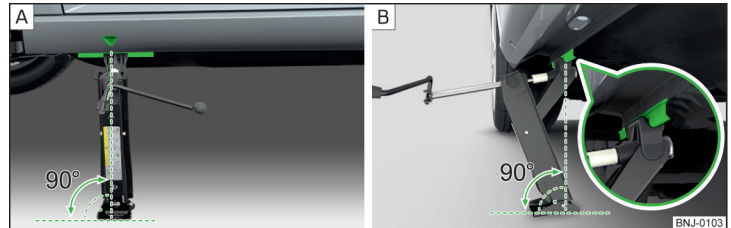

Abb. 265 Wagenheber ansetzen
- Die Grundplatte des Wagenhebers mit der gesamten Fläche auf einem geraden Untergrund stellen, sodass sich der Heber in senkrechter Position zum Aufnahmesteg befindet » Abb. 265 - A.
- Den Wagenheber mit der Kurbel so weit hoch drehen, bis die Klaue des Hebers den Steg umfasst » Abb. 265 - B.